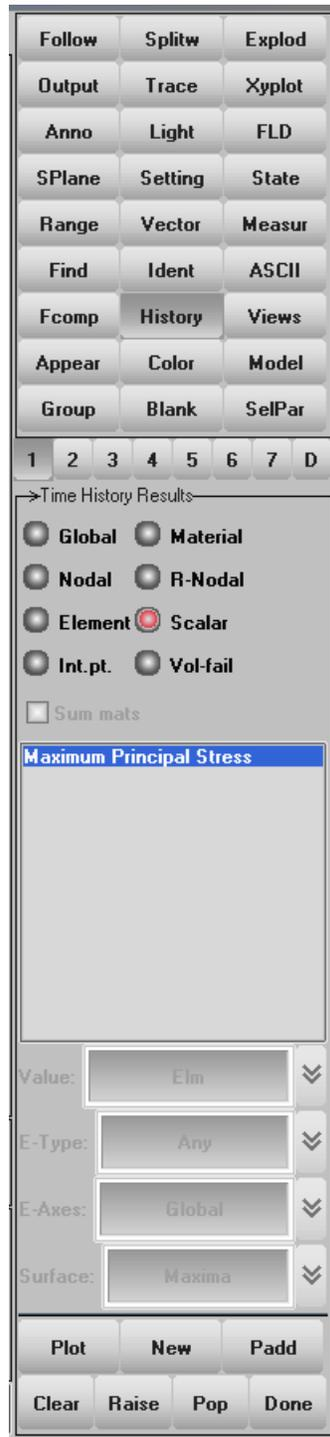

Рисунок 54. Выбор параметров для рисования графика изменения напряжений в узловой точке
- Нажать кнопку ***History*** (Рисунок 54).
- В разделе ***Time History Results*** выбрать ***Scalar*** (Рисунок 54).
- Из списка компонентов ***Scalar*** выбрать ***Maximum Principal Stress*** (Рисунок 54).